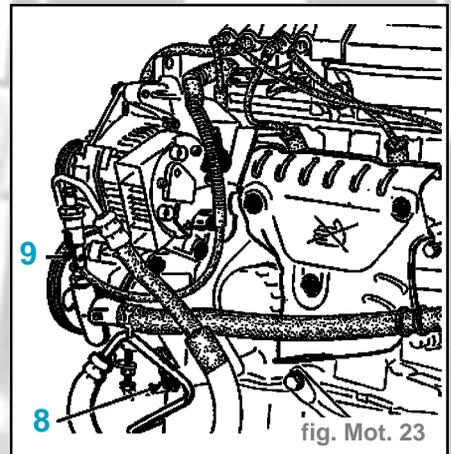

fig. Mot. 23
- la bobine (2)
- les tuyaux (3) ainsi que le connecteur (4)
- le tuyau (5)
- la patte de levage (6)
- les tuyaux d'alimentation et de retour carburant (7) à l'aide du **MOT.1311-06**
- la fixation (8) ainsi que le connecteur (9) du pressostat (fig. Mot. 23)